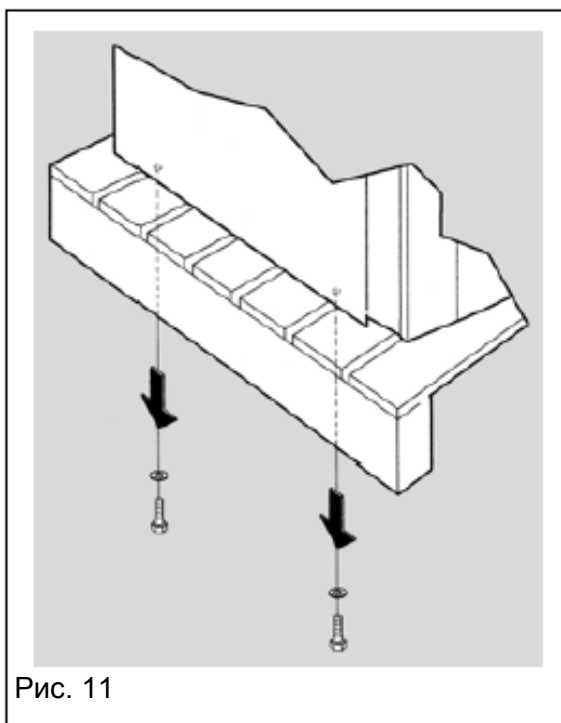

Рис. 11
- Снимите автомат с транспортировочного поддона. Открутите крепежные винты (рис. 11).